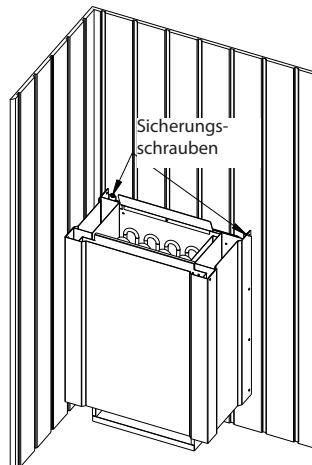

Abb. 5
6. Das Saunaheizgerät mit 2 Schrauben durch die am hinteren Ofenrand befindliche Bohrung an der Wand (Abb. 5) oder seitlich, wie in Abb. 6 gezeigt sichern.